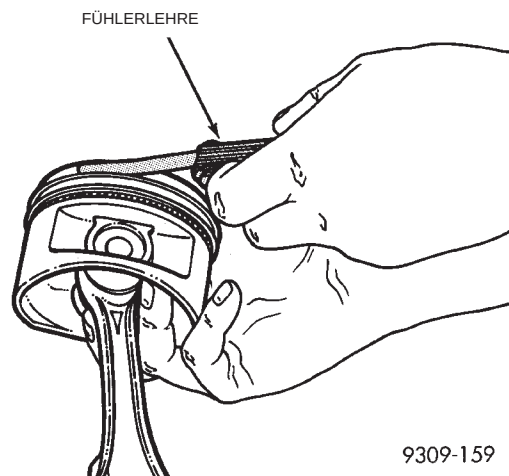

Abb. 8 Nutspiel der Kolbenringe messen
(2) Spiel der Kolbenringe in der Nut prüfen (Abb. 8).